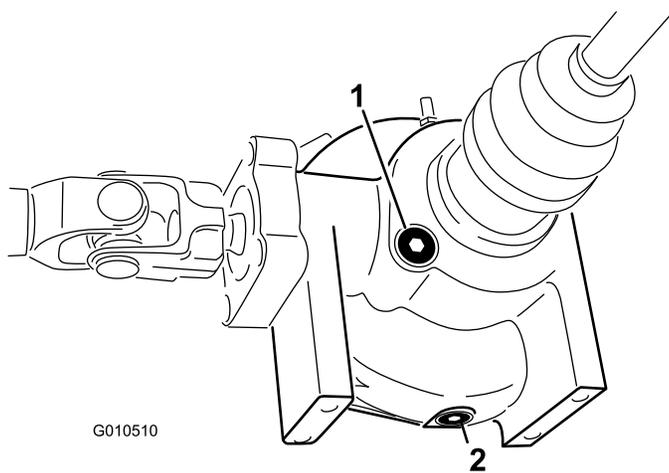

図 20
2. デファレンシャルの側面についている補給・点検プラグの周囲をきれいに拭く (図 20)。